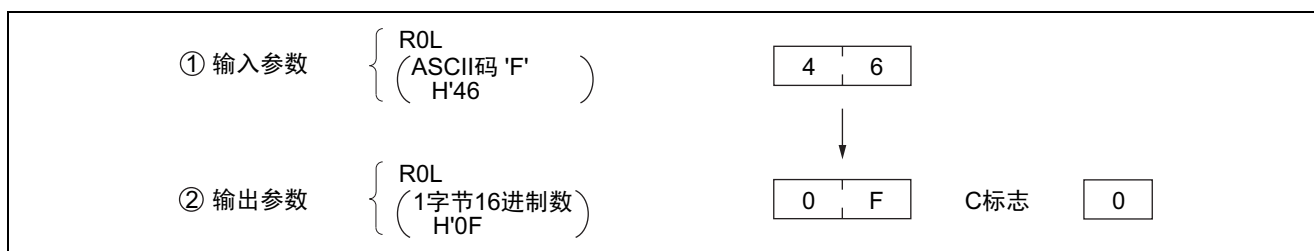

图 7-1 执行软件 NIBBLE 的例子
(2) 软件 NIBBLE 的执行例子如图 7-1 所示。一旦如①设定输入参数，就如②将已转换为 1 个字节的 16 进制数的数据(H'0F)设定到 R0L。